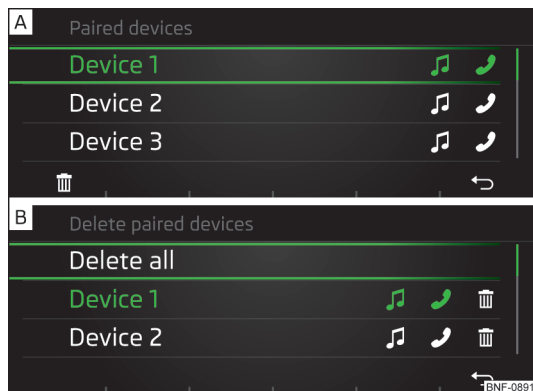

Fig. 115
În lista aparatelor externe asociate pot fi afișate pe telefonul conectat următoarele simboluri de profiluri Bluetooth® » [fig. 115 - \[A\]](#).
- Cu butonul rotativ selectați aparatul extern » [fig. 115 - \[A\]](#).
- Acționați tasta funcțională » [fig. 115 - \[A\]](#).
- Cu butonul rotativ selectați aparatul extern » [fig. 115 - \[B\]](#).